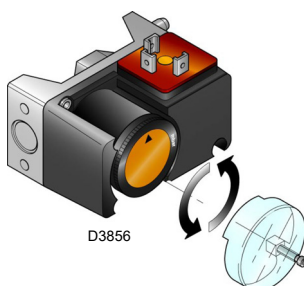

Fig. 23
- Regolare il pressostato gas di massima (Fig. 23) a fine scala.